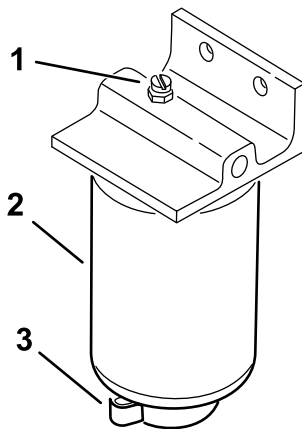

**Figure 36**
1. Fermez le robinet d'arrivée de carburant (Figure 36) situé au-dessous du réservoir de carburant.